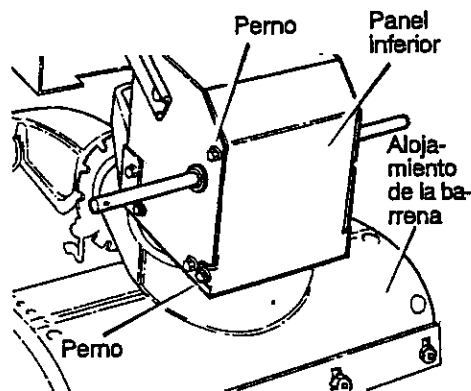

Figura 72
2. Afloje los pernos a cada lado del panel inferior (Figura 72).
18. Instale el panel inferior (Figura 72).
13. Instale el panel inferior (Figura 72).